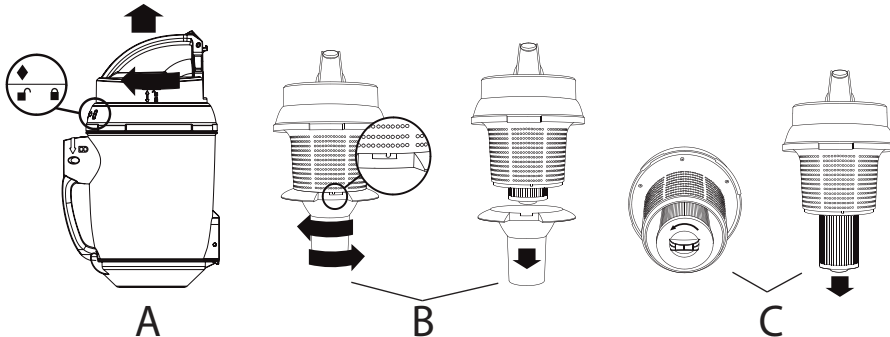

Abbildung 11
4. Lassen Sie die Bodenklappe aufgehen, indem Sie auf die Taste im Griff drücken (siehe Abbildung 11).
2. Drehen Sie den den deckel vom Staubauffangbehälter. (A)
3. Drehen Sie den ersten Filter vom Staubauffangbehälter. (B)
4. Drehen Sie den zweiten Filter aus dem Staubsauger. (C)
⚠ Arretieren Sie beim Filtereinsetzen nicht den zweiten filer (C) (Siehe Abbildung 11). Die Arretierung erfolgt zusammen mit dem arretierung des Filterdeckels (A) (Siehe Abbildung 11).